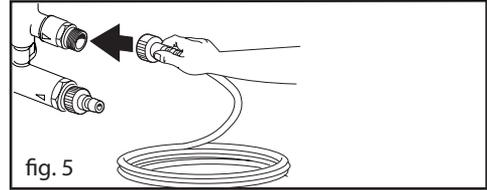

fig. 5
1. Koble høytrykksslangen til utgangsmuffen til pumpen (OUTLET, Høytrykkskoblingen trykkes helt inn og skrues deretter fast for hånd, uten hjelp av verktøy. (fig. 5).